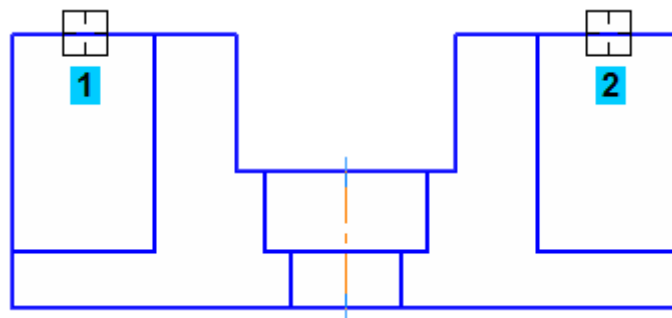

Рисунок 23.
- Удалите участки внешнего контура детали слева и справа (курсоры 1 и 2) (рис. 23).